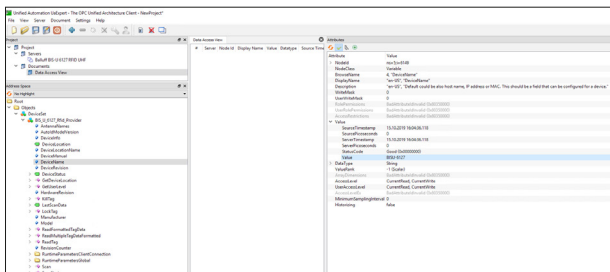

Bild 9-18: Darstellung einer Variablen im *Attributes*-Fenster
- ▶ Die gewünschte Variable im Fenster *ADDRESS SPACE* anklicken (in Bild 9-18 wurde beispielhaft die Variable *DEVICENAME* angeklickt).